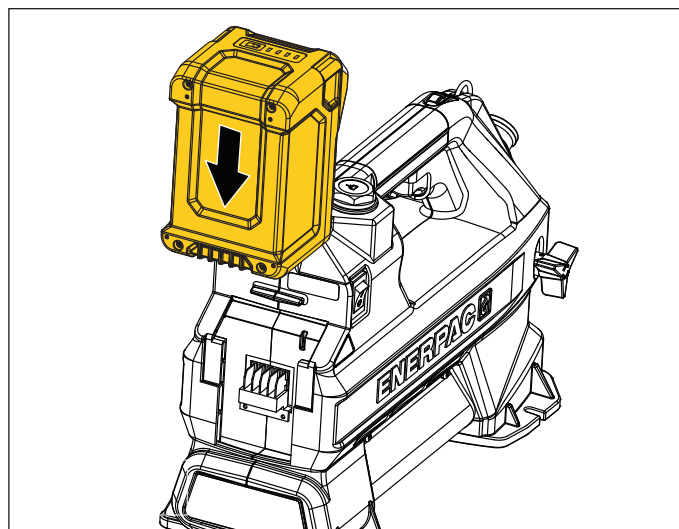

Figura 6: Acumulator - Instalare
- **Pentru a instala acumulatorul în pompă:** Glisați acumulatorul în jos în compartimentul său din spatele pompei. Asigurați-vă că acesta se fixează în poziție în siguranță. Consultați Figura 6.